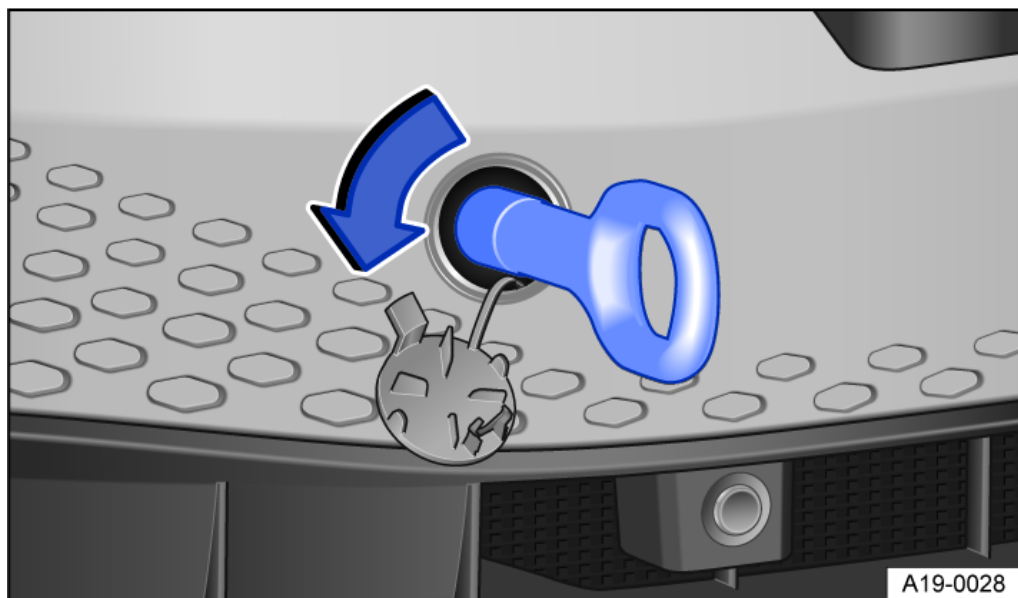

Abb. 2 Im Stoßfänger vorn rechts: Abschleppöse einschrauben.
- Abschleppöse so fest es geht **entgegen dem Uhrzeigersinn** in die Aufnahme → *Abb. 2* drehen → . Einen geeigneten Gegenstand benutzen, mit dem die Abschleppöse vollständig und fest in die Aufnahme eingeschraubt werden kann.